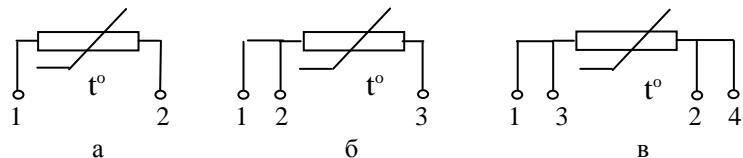

Рис. 2 Условное обозначение схемы внутренних соединений по ГОСТ 6651
2.14 Схема подключения внутренних проводников (рис.2в)* .....	4-х проводная
4.1. Подключение термопреобразователей производится в соответствии со схемой включения чувствительного элемента (рис.2в).